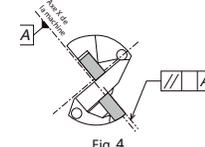

Fig. 4
2. Aligner le forêt avec la face extérieure de la plaquette parallèle à l'axe X de la tourelle porte-outil (Fig. 4)